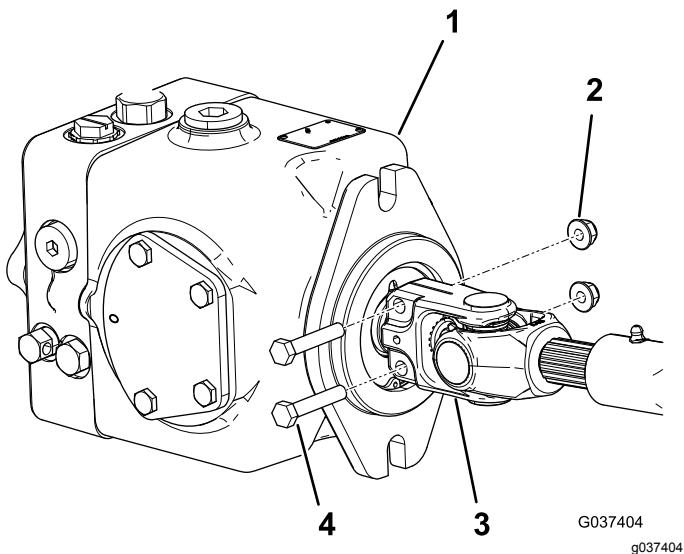

Figura 2
- Rimuovete i 2 dadi flangiati e i 2 bulloni che fissano l'estremità piccola dell'albero di trasmissione preesistente alla pompa idraulica (Figura 2).
- Montate, senza serrarli, i bulloni e i dadi flangiati preesistenti sui fori nell'estremità piccola dell'albero di trasmissione (Figura 2).
- Montate l'estremità piccola dell'albero di trasmissione sull'albero della pompa idraulica e serrate i dadi flangiati per fissare l'installazione (Figura 2).